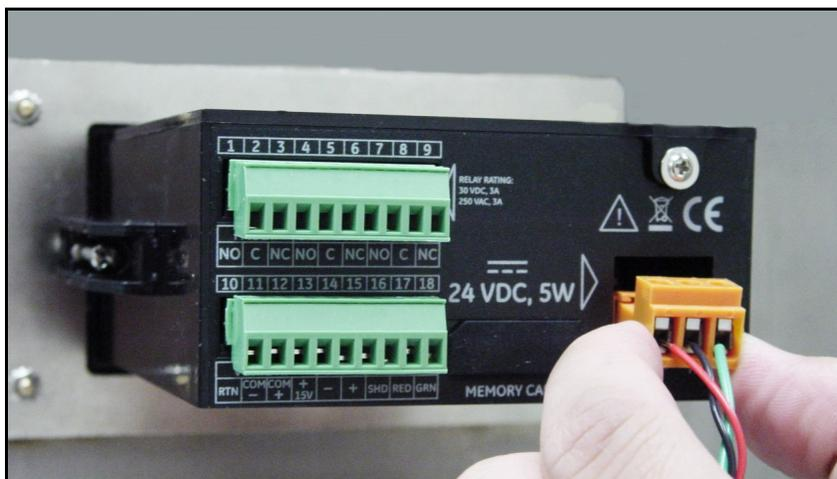

Figura 42: Re-inserimento del connettore CC
4. Reinserire il connettore CC nel pannello posteriore (vedere Figura 42).